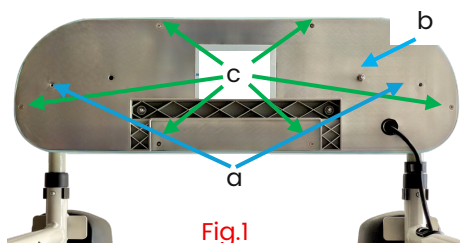

Fig.1
- Mettre le bouton d'alimentation générale sur OFF (M)
- À l'aide d'une clé hexagonale, séparer le pupitre (B) des tubes de réglage droit et gauche (Fig.1 : a)
- Démontez la poignée de maintien (G) du pupitre (B) à l'aide d'une clé hexagonale et d'une clé plate (Fig.1 : b)
- Séparer le capot plastique du pupitre (B) de la base aluminium à l'aide d'une clé hexagonale (Fig.1 : c)